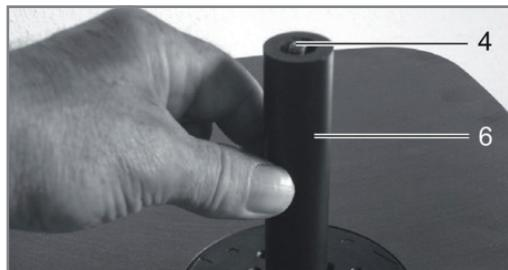

Рис.4.
- Наденьте шлифовальный барабан на шпиндель (рис. 4).